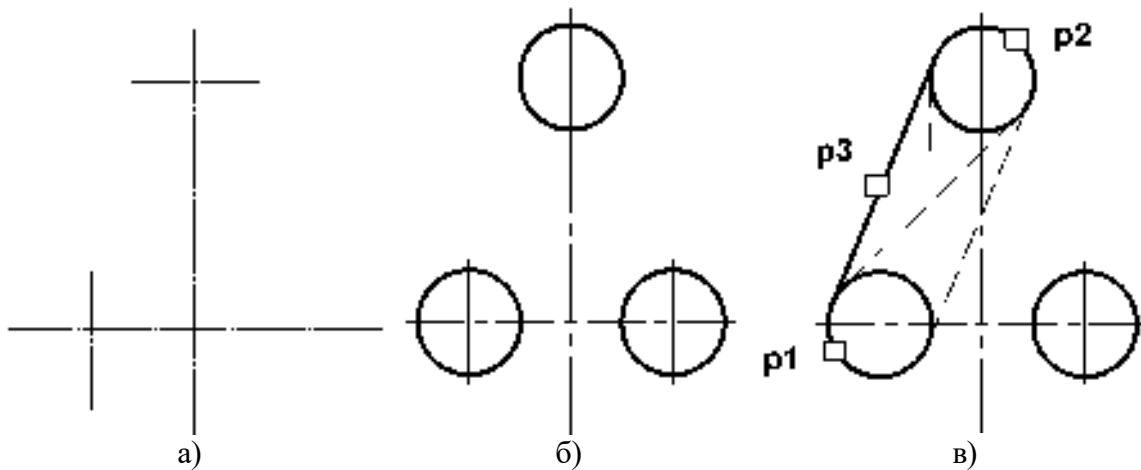

Рисунок 2.1 - Построение касательных к двум окружностям
Построение касательных к двум окружностям заданных радиусов представлено на рис. 2.1. Вначале рекомендуется изобразить осевые линии, задающие центры окружностей (см. рис. 2.1а). Далее необходимо изобразить сами окружности, к которым строится касательная прямая (рис. 2.1б).
2) Указать графическим курсором произвольную точку (точка **p1**) на первой окружности, к которой должна быть проведена касательная прямая (рис. 2.1в).
3) Указать графическим курсором произвольную точку (точка **p2**) на второй окружности, к которой должна быть проведена касательная прямая (рис. 2.1в).
4) Выбрать курсором нужную касательную на графической зоне и щелкнуть по кнопке  – **Создать объект** панели специального управления (точка **p3**) (рис. 2.1в).